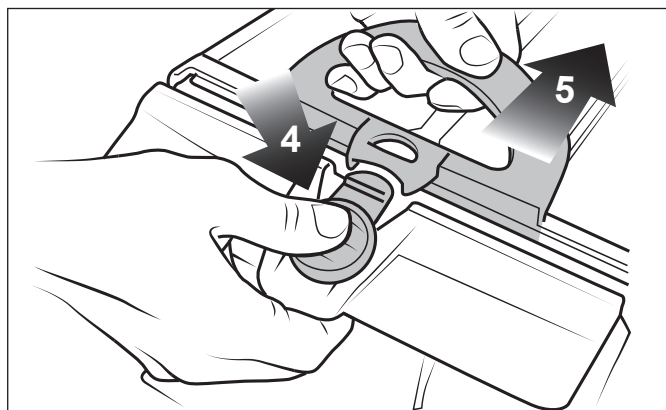

Figure 15. Ouvrir le support du panier filtrant
- Appuyer sur le bouton de dégagement rapide du support du panier (4) et ouvrir (5) comme à la figure 15.